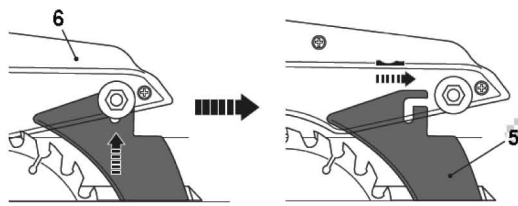

Fig.16
- > Puxe a proteção da lâmina de serra (6) totalmente para cima e a seguir, pressione a proteção da lâmina de serra para fora para desengatá-la da cunha separadora (5) (Fig. 16).